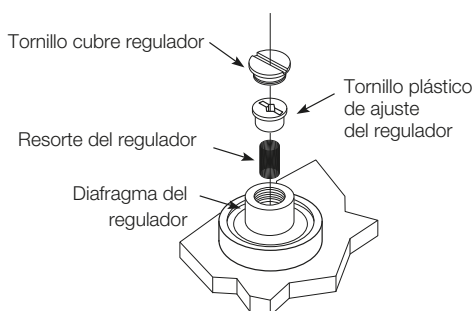

Fig. 27 - Ajuste de la válvula y el regulador de gas
1. Mantenga el cableado y la conexión a tierra de 220V. La polaridad incorrecta hará que el LED parpadee rápidamente y no funcione el calefactor. (Consulte la Fig. 27)
2. Realice las conexiones de los cables del termostato en el bloque de terminales de 24V en el control del calefactor. Si no se realizan las conexiones adecuadas, se producirá un funcionamiento incorrecto. (Consulte la Fig. 27).
Esta válvula se entrega de fábrica con el regulador preajustado. Consulte la placa de características del aparato para asegurarse de que la presión del colector del quemador sea la especificada. Si se requiere otra presión de salida, siga estos pasos. (Ver Tabla 12 y Fig. 27).